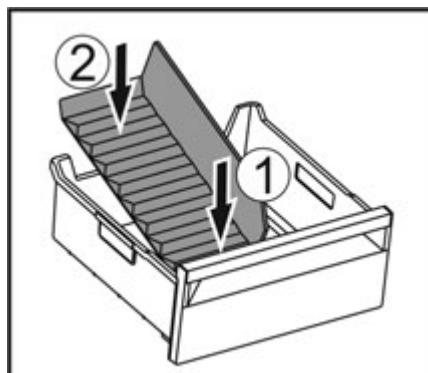

Fig. 121
- Вставити передню частину перегородки відділення для льоду. Fig. 121 (1)
- Опустити задню частину перегородки відділення до dna ящика для кубиків льоду. Fig. 121 (2)